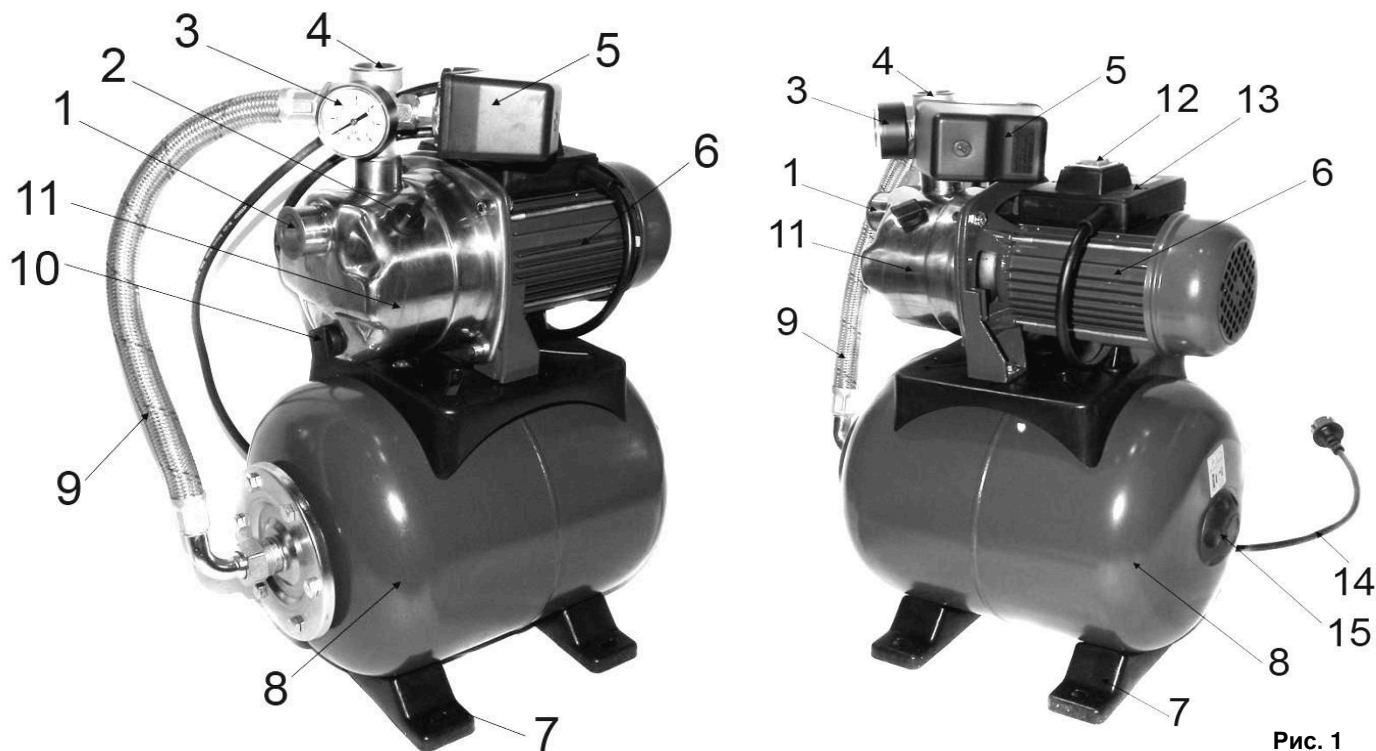

Рис. 1
- Электронасос состоит из насосной части и электродвигателя (6), который крепятся на переходном фланце.
- Электродвигатель (6) (См. Рис.1) - асинхронный, закрытого типа с наружной вентиляцией. На двигателе установлена клеммная коробка (13), в которой находятся конденсатор и клеммные колодки для соединения электродвигателя с кабелем питания.
- Гидроаккумулятор (8) служит для аккумулирования воды под давлением. Состоит из резервуара со сменной резиновой мембраной, имеет пневмоклапан для закачки воздуха.
- Гидроаккумулятор с расширительным баком (резиновой мембраной) (8) служит для аккумулирования воды под давлением и сглаживания гидроударов.
- Реле давления (5) служит для автоматического включения и выключения насоса в зависимости от давления воды в системе.
- Манометр (3) предназначен для визуального контроля давления в системе.
- После прекращения отбора воды потребителями давление воды в системе растет до верхнего предела настройки реле давления (5).
- В отверстия напорного и, соответственно, всасывающего патрубка (3) и (1) (См. Рис.1; 2) установите штуцера или другие соединительные элементы водопроводной системы (в комплект поставки не входят), обеспечив герметичность соединения.
- Перед запуском насосной станции необходимо убедиться в наличии давления (1,5 - 2 бар) в ресивере (8)(См. Рис.1).
- Выкрутите пробку заливного отверстия (2)(См. Рис.1).
- Закрутите заливную пробку (2)(См. Рис.1).
- Для слива воды из насоса перед его демонтажем, использовать сливную пробку (10)(См. Рис.1).
- Нажмите на кнопку включения (12)(См. Рис.1).